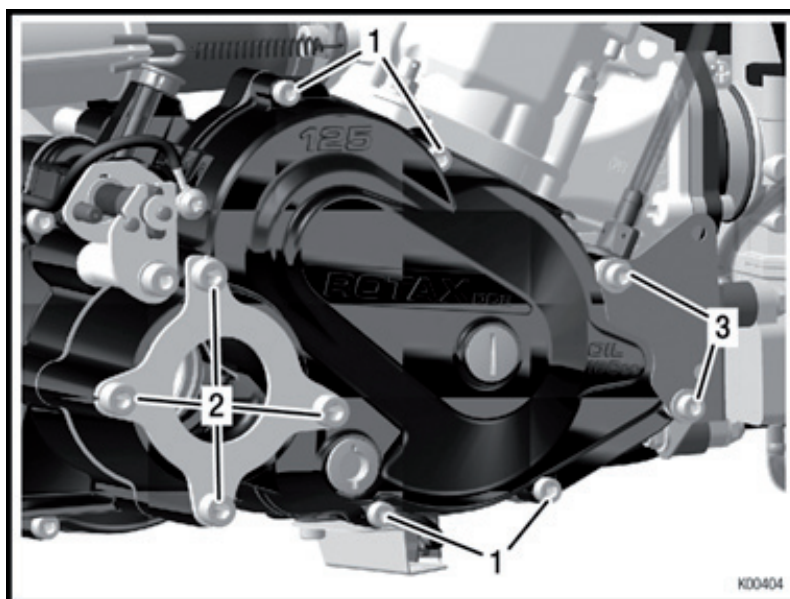
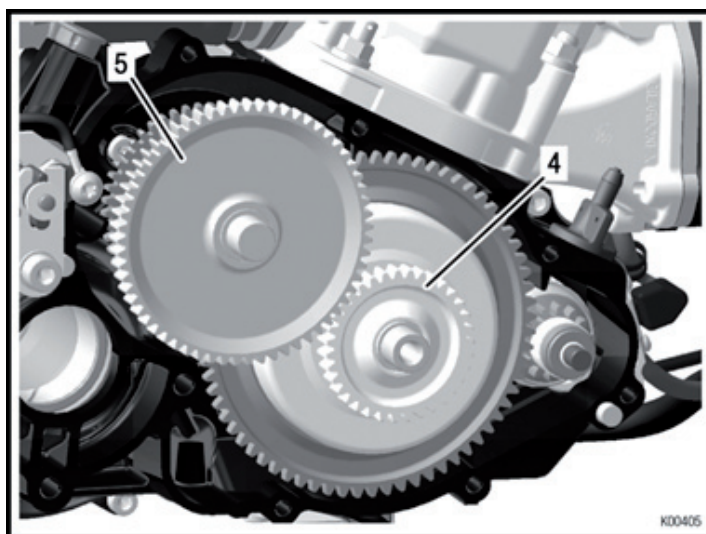

Fig. 3
Fig. 4
Voir Fig. 3 et Fig. 4.
- ➔ Retirer le pignon primaire (rep. 4) et le pignon secondaire (rep. 5) et monter la paire de pignons de votre choix. (Fig. 4)